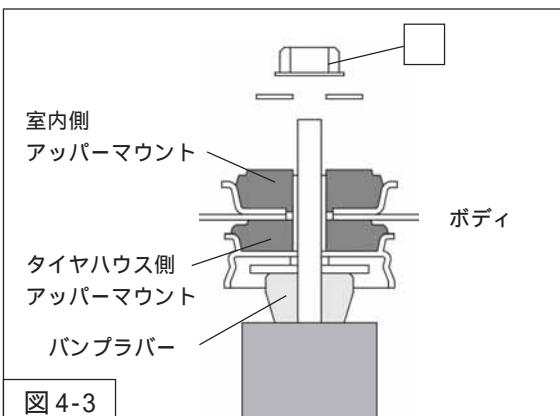

図4-3
を仮締めしてください。(図4-3)
5. ジャッキをストロークさせ、タイヤハウス側アッパーマウントをバンプラバーで押し、シャフト先端を室内側アッパーマウントから出してください。(図4-3)